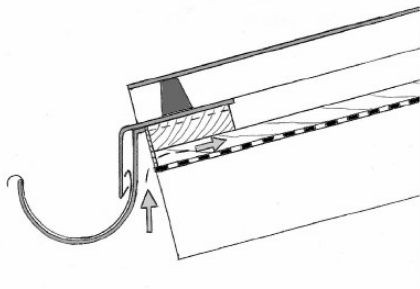

Fig. 1
1. Ventilationsspaltens inlopp måste finnas på ströläktets ände (fig. 1) och membranet måste ligga på taksparrar (eller motsvarande balkar) tills de slutar i takfoten. Inloppet ska skyddas av ränna så att liggande snö inte täcker det.